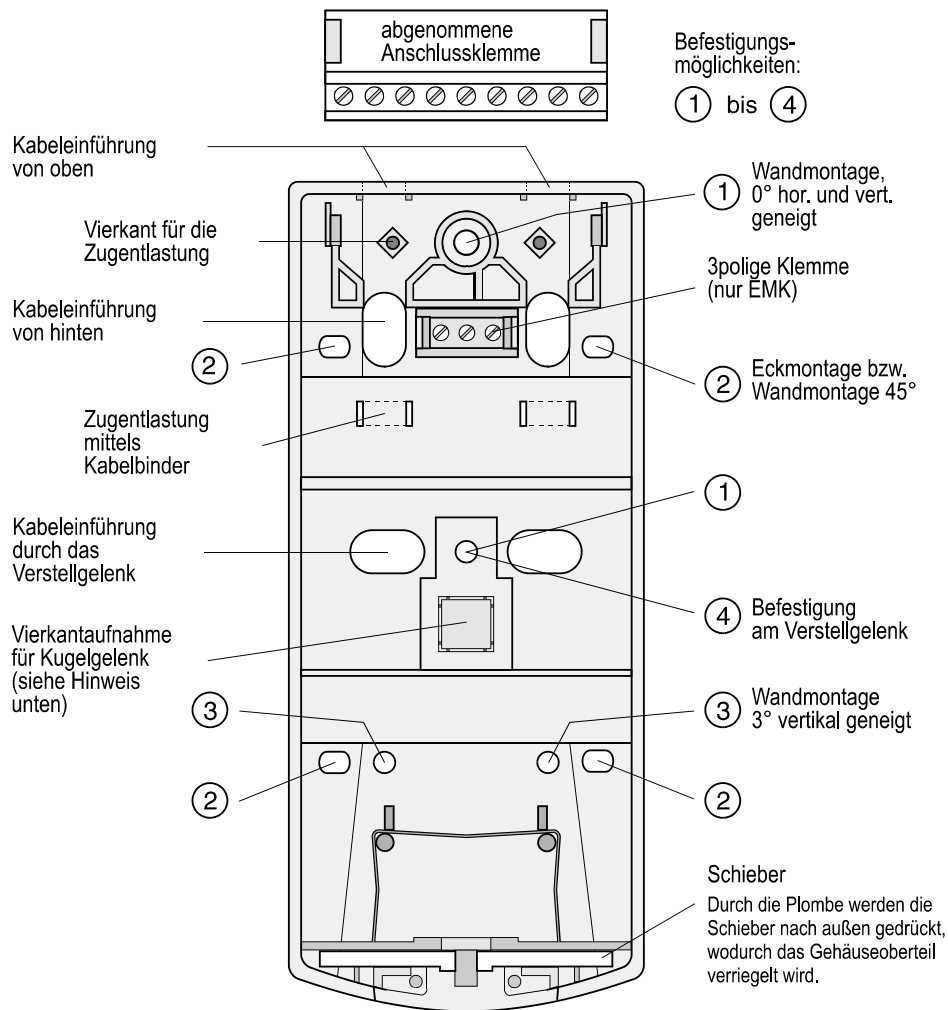

Abbildung 2
Hinweis: Befestigungslöcher und Kabeleinführungen siehe Abbildung 2.
Bei den anderen Kabeleinführungen erfolgt die Zugentlastung über Kabelbinder, mit denen die Kabel am Gehäusunteerteil festgezogen werden. Die Kabelbinder werden durch die im Unterteil vorgesehenen Schlitze gezogen (siehe Abbildung 2).
Befestigung durch 2 seitliche Löcher (übereinander, siehe Abb. 2/②).
Die Zugentlastung im Melder erfolgt über Kabelbinder, mit denen die Kabel am Gehäuseunterteil festgezogen werden. Die Kabelbinder werden durch die im Unterteil vorgesehenen Schlitz gezogen (siehe Abbildung 2).